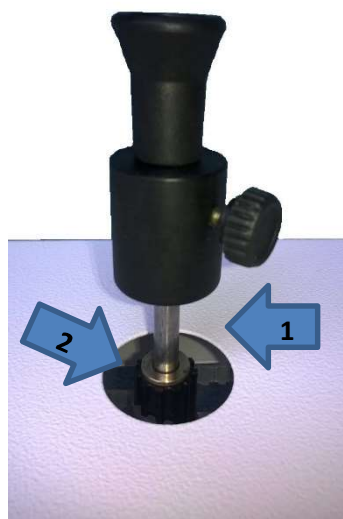

Figura 1
Para o correto funcionamento do equipamento faz-se necessária a lubrificação das hastes (1) e polias das hastes (2) a cada 05 horas de uso, nas regiões conforme indicado na figura 1, utilizando vaselina sólida. O equipamento avisará o operador sempre quando se passarem 05 horas de utilização em ensaios de agitação através de aviso “A01” (Alarme 01 – **A01**).